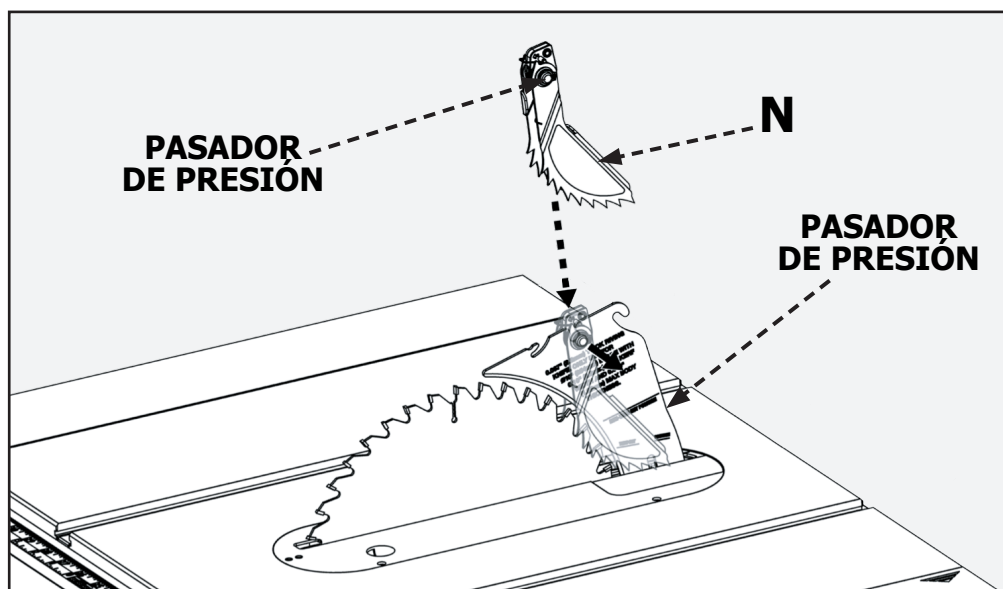

FIGURA 19
1. Consulte la Figura 19 y ubique la ranura de montaje de los trinquetes anti contragolpe (A) en medio del borde superior del separador.
2. Deslice la ranura situada en medio del ensamble de los trinquetes anti contragolpe por la parte superior del separador hasta que el vástago (B) encuentre la ranura central en el separador.
3. Empuje el vástago en el ensamble de trinquetes anti contragolpe (B) para dejar que el ensamble caiga dentro de la ranura. Empuje el ensamble de trinquetes anti contragolpe hacia abajo hasta escuchar un chasquido y que quede firme. Suelte el vástago. **NOTA:** Jale los trinquetes anti contragolpe hacia arriba para comprobar que estén correctamente sujetos.